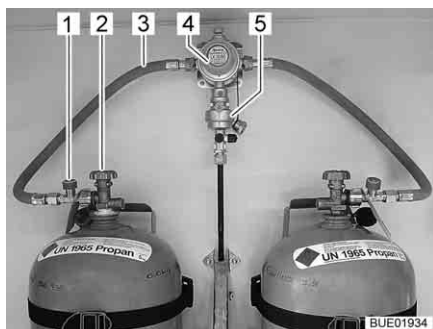
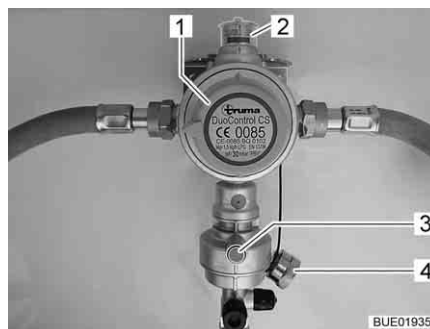

Fig. 86 Bombole del gas con DuoControl
Fig. 87 Impianto di regolazione DuoControl
L'impianto di regolazione DuoControl consiste in una valvola di commutazione (Fig. 86,4) e un sensore crash (Fig. 86,5). L'impianto di regolazione DuoControl è installato tra i tubi flessibili del gas (Fig. 86,3) con un dispositivo antirottura del tubo flessibile (Fig. 86,1). Con la manopola (Fig. 87,1) sulla valvola di commutazione è possibile stabilire quale delle bombole del gas viene utilizzata come bombola in uso e quale come bombola di riserva.
Nella finestra di controllo (Fig. 87,2) viene visualizzato lo stato del rifornimento di gas:
Il funzionamento con una sola bombola del gas è consentito, ma in questi casi il collegamento aperto deve essere assolutamente chiuso con una copertura cieca (Fig. 87,4).
Sensore crash Il sensore crash blocca l'alimentazione del gas in caso di forti vibrazioni (es. incidente). Il sensore crash viene azionato mediante pressione del tasto reset verde (Fig. 87,3).
Dispositivo antirottura del tubo flessibile Il dispositivo antirottura del tubo flessibile (Fig. 86,1) blocca il flusso di gas quando il tubo flessibile collegato si rompe. Il dispositivo antirottura del tubo flessibile deve essere attivato premendo il tasto verde.
Centralina di controllo Tramite la centralina di controllo (Fig. 88) è possibile attivare e disattivare l'alimentazione del gas tramite l'impianto di regolazione DuoControl. Le valvole principali di arresto (Fig. 86,2) delle bombole del gas e i rubinetti di arresto del gas degli apparecchi devono essere aperti manualmente.
- Con la manopola (Fig. 87,1) sulla valvola di commutazione selezionare la bombola del gas, da cui proviene la principale alimentazione del gas (bombola in uso). Girare la manopola fino all'arresto.
- Aprire le valvole principali di arresto (Fig. 86,2) delle bombole del gas.
- Premere il tasto verde del dispositivo antirottura del tubo flessibile (Fig. 86,1). Nella finestra di controllo (Fig. 87,2) viene visualizzato il simbolo verde.
- Chiudere le valvole principali di arresto (Fig. 86,2) delle bombole del gas.
Se la spia di controllo verde (Fig. 88,6) si spegne durante il funzionamento e la spia di controllo rossa (Fig. 88,5) si accende, significa che la bombola in uso è vuota e deve essere sostituita. Nella finestra di controllo (Fig. 87,2) viene visualizzato il simbolo rosso. La bombola di riserva continua ad alimentare le utenze a gas.
- Ruotare di mezzo giro la manopola (Fig. 87,1) in direzione della bombola del gas utilizzata. In questo modo questa bombola del gas ora è la bombola in uso, mentre la bombola del gas vuota diventa la bombola di riserva. Il simbolo nella finestra di controllo (Fig. 87,2) passa da rosso a verde.
- Chiudere la valvola principale di arresto (Fig. 86,2) della bombola del gas vuota. Osservare la direzione della freccia.
- Premere il tasto verde del dispositivo antirottura del tubo flessibile (Fig. 86,1).